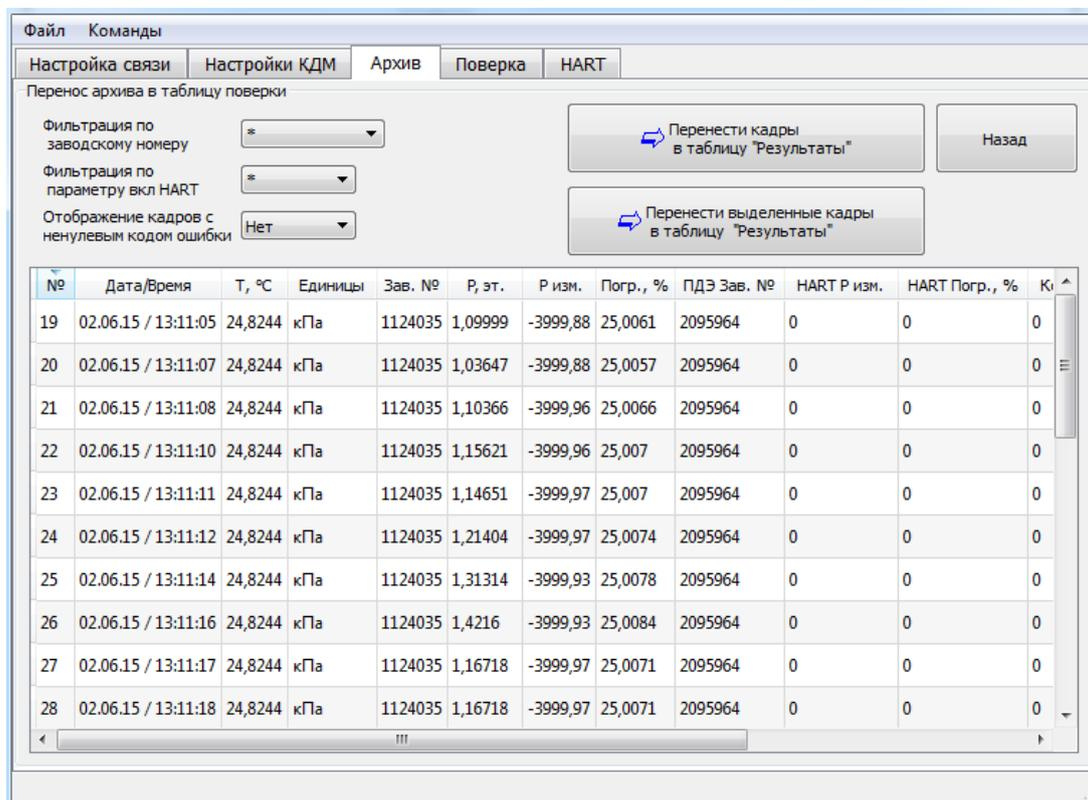

Рис.6 Вкладка для переноса архивных данных
19.2.3.1 Окно «Перенос результатов в таблицу поверки» используется для переноса архивных данных на вкладку результатов поверки для составления протокола поверки (Рис.6).